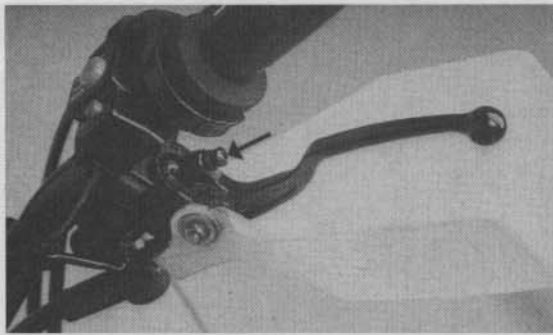

Bild 43
- Zum Korrigieren Handbremshebels Gegenmutter SW 10 lösen, mit Kreuzschlitzschraubendreher Einstellschraube auf gewünschte Hebelage einstellen und Gegenmutter anziehen (siehe Bild 43).